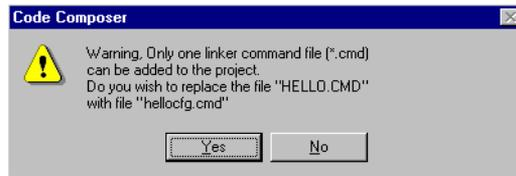

图 5.33 链接命令文件警示
(1) 执行菜单命令 Project→Add Files to Project, 将 hello.cbd 加入, 此时工程视图将添加一个名为 DSP/BIOS Config 的目录, hello.cbd 被列在该目录下。
(2) 链接输出的文件名必须与.cbd 文件名一样, 在 Project→Build Options 的 Linker 栏中将输出文件名修改为 hello.out。
(3) 执行菜单命令 Project→Add Files to Project, 将 hellocfg.cmd 加入 CCS 中。由于工程中只能有一个链接命令文件, 因此产生如图 5.33 所示的警告信息。